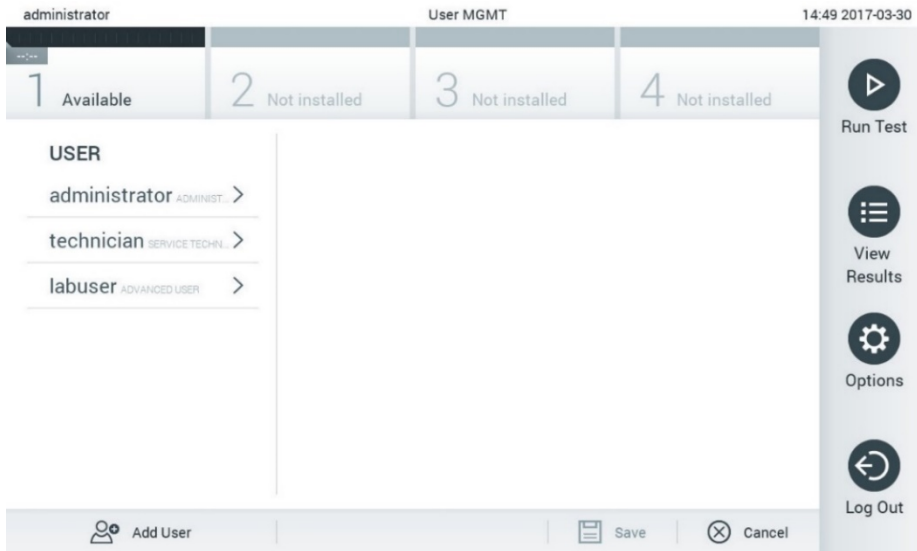

图 59. User Management (用户管理) 屏幕。
1. 按下 Options（选项）按钮，然后按下 User Management（用户管理）按钮来配置用户。显示屏的内容区域会出现 User Management（用户管理）屏幕（图 59）。